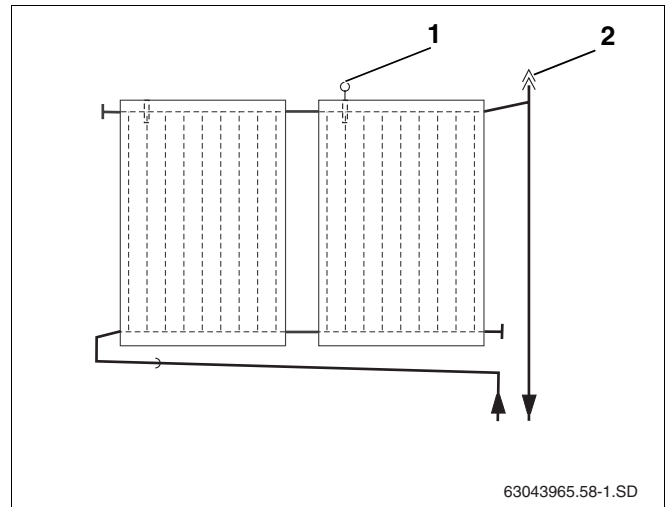

Fig. 36 Purgador na ligação de avanço
Quando pretender purgar a instalação solar com um purgador automática (acessório) na parte mais alta da instalação, deve instalar a tubagem de avanço com uma inclinação em relação ao purgador (fig. 36, **item 2**) e a tubagem de retorno com uma inclinação em relação ao campo de colectores (fig. 36).